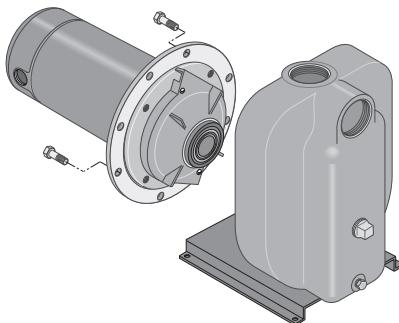

FIGURE 11 - ÉLOIGNER LE MOTEUR
5. Retirez les vis d'assemblage qui retiennent la plaque d'étanchéité au corps de la pompe. Le moteur et la plaque d'étanchéité peuvent maintenant être retirés du corps de la pompe (figure 11).